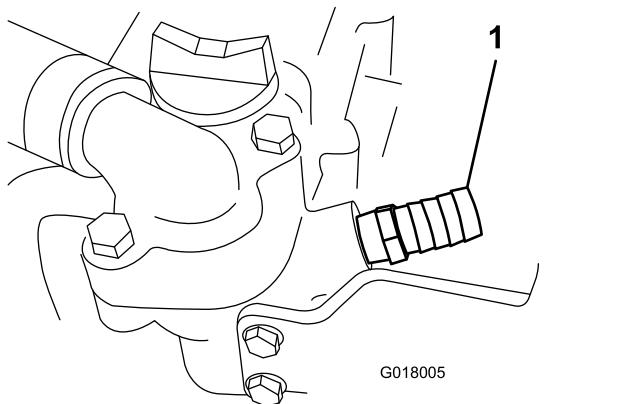

図 32
- ドリップパンを置く。サーモスタットハウジングの前下にあるプラグを抜き、ストレートフィッティング 5/8" にパイプシーラントを塗って車体に取り付ける図 32。